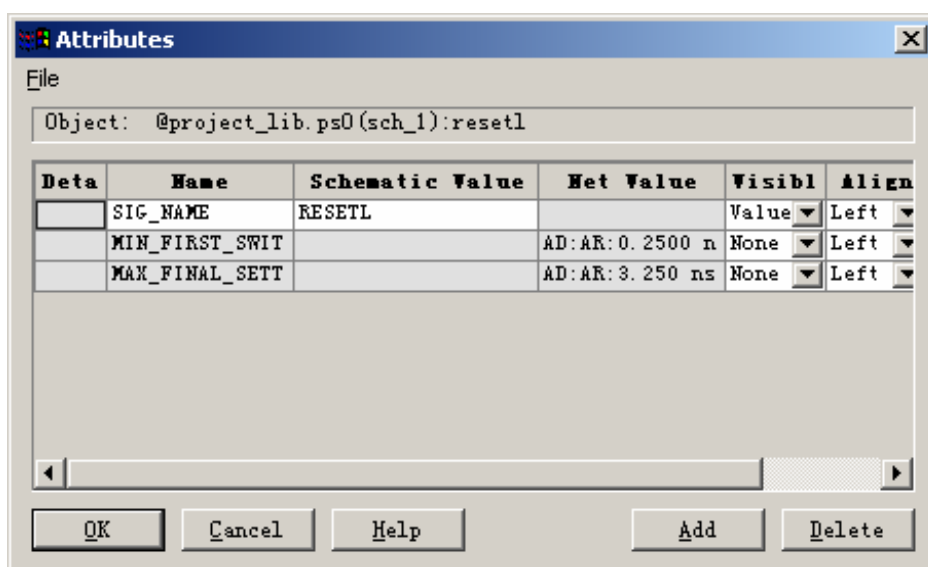

图 4-2 【Attributes】对话框
13. 点击网络“RESETL”。出现【Attributes】对话框，请见图 4-2。